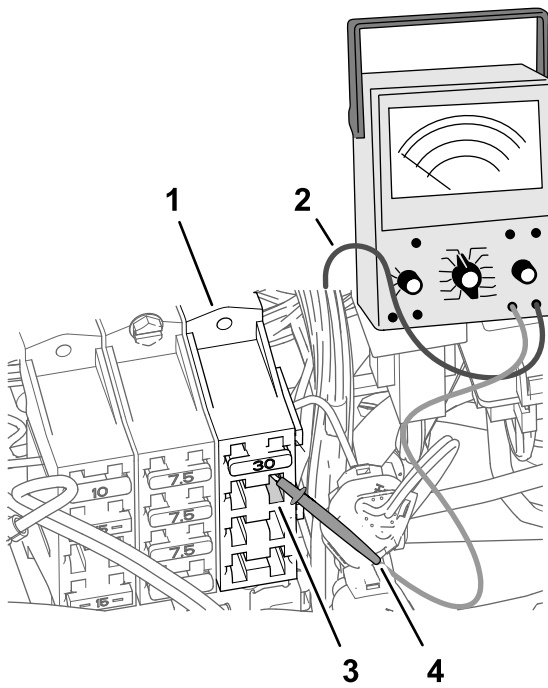

図 188
2. 車両のヒューズブロック 3 で、ヒューズソケット 2 のコンタクト 4 右列に 図 188 のようにマルチメータの検針を差し込む。